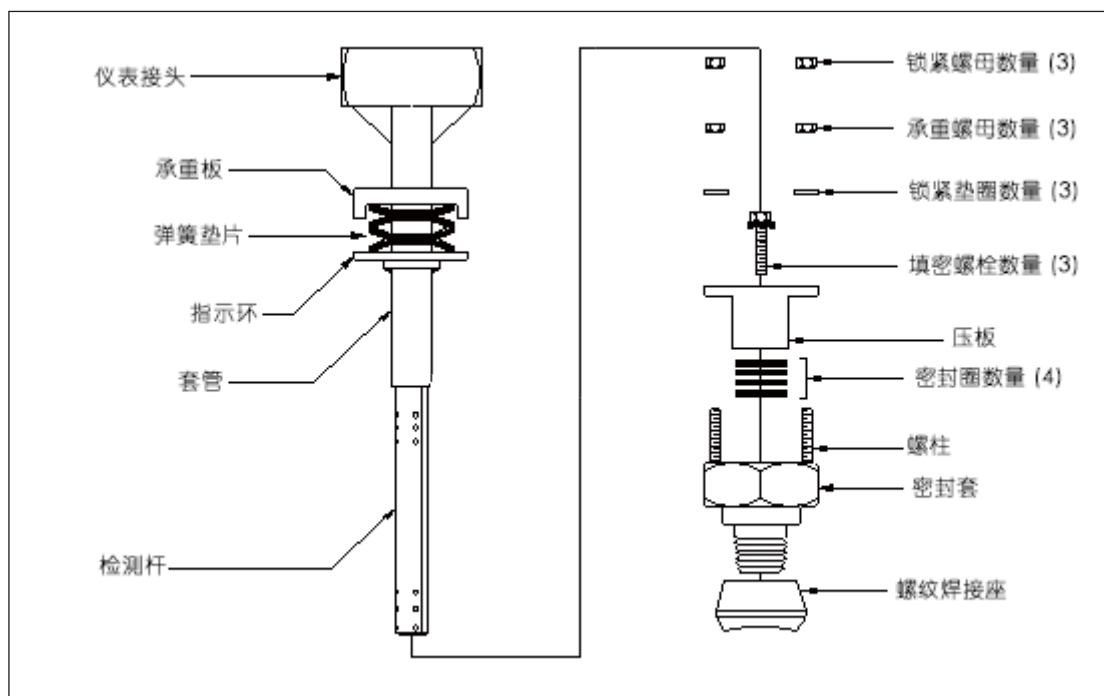

图 2: 威力巴® V150 型组件
- 压板和填料环安装就位（厂家组装）后，将探头轻轻插入密封套（参见图 2）。将密封套旋入螺纹焊接座（用手拧紧），然后将全套组件插入管道。这样可以确保螺纹焊接座和管道上的开孔对齐。